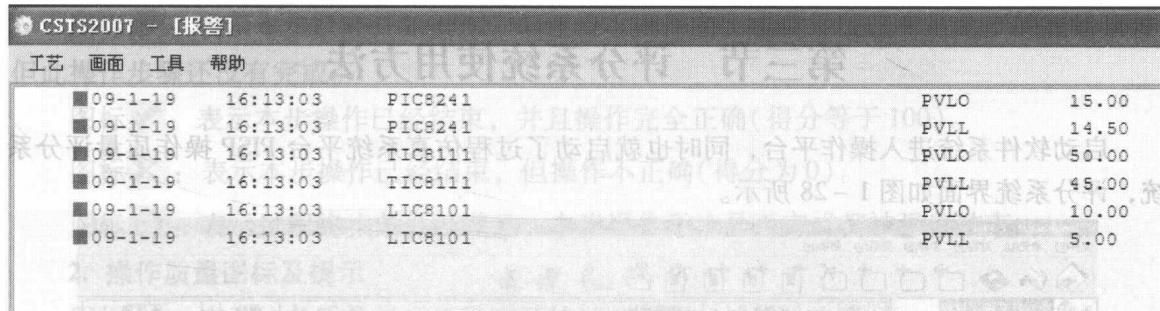

图 1-25 报警画面
(3) 报警画面：选择“报警”菜单中的“显示报警列表”，将弹出报警列表窗口(图 1-25)。报警列表显示了报警的时间、报警的点名、报警点的描述、报警的级别、报警点的当前值及其他信息(图 1-25)。